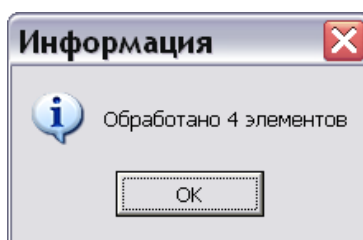

Рис. 21.222
5. При выборе ответа «Да» окно **Групповые операции над идентификационной и статусной частью МД** закроется, и появится сообщение об успешной обработке (Рис. 21.222).